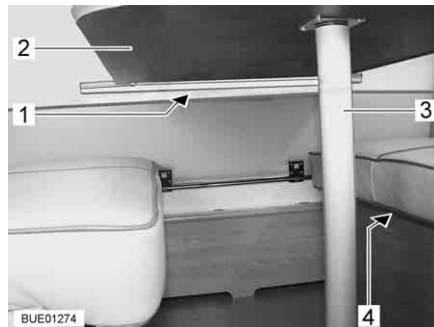
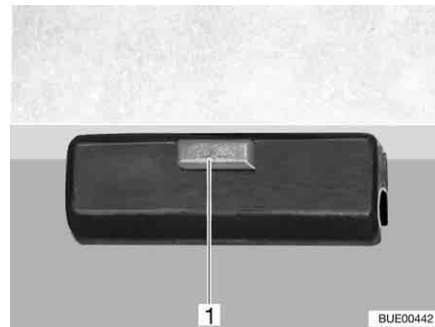

Fig. 91 Tavolo sospeso con piede del tavolo intercambiabile
Fig. 92 Bloccaggio
- Sollevare leggermente il piano del tavolo (Fig. 91,2) in avanti.
- Svitare il piede del tavolo (Fig. 91,3) e riporlo.
- Nel bloccaggio (Fig. 91,1) premere il bottone di sbloccaggio (Fig. 92,1).
- Collocare il piano del tavolo nei rispettivi alloggiamenti (Fig. 91,4) presenti sui sedili.